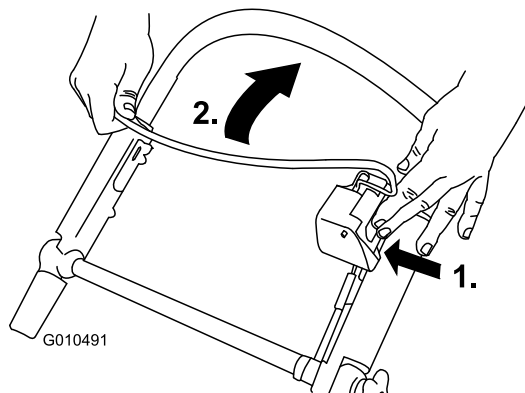

Figura 25
1. Premete il pulsante di comando della lama e tirate la barra di comando della lama verso la stegola (Figura 25).